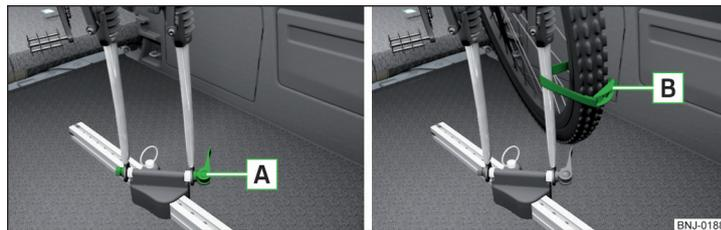

Fig. 113 Placez la fourche avant du vélo dans le porte-vélos / Exemple de fixation de la roue avant
- Dévissez le tendeur rapide **A** » fig. 113 du porte-vélos et le régler en fonction de la largeur de la fourche du vélo.
- Fixez la roue avant avec la sangle [B] sur la fourche avant » fig. 113 ou sur le cadre du vélo.